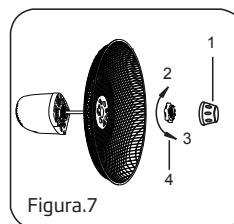

Figura.7
- Desparafuse o spinner no sentido horário (ou retire o spinner do saco) e a porca de plástico no sentido anti-horário para remover os dois. Fixe a grade traseira no motor e, em seguida, aperte a porca de plástico novamente. (Figura. 7)